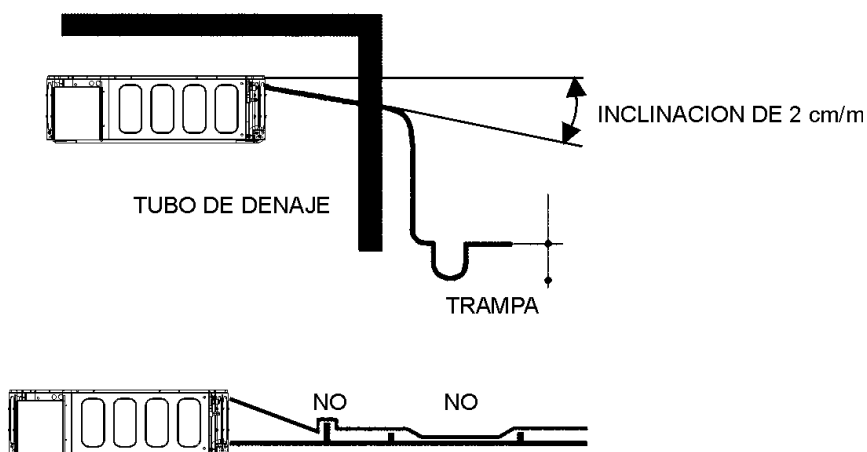

Fig. 12. Conexión del tubo de drenaje
- B. Para permitir el drenaje apropiado del agua de condensación, el paso del drenaje debe ser planeado de antemano con una inclinación para abajo de por lo menos 1%, sin crear ningún embotellamiento y sin curvas ascendentes (ver Fig. 12). Tome el cuidado para integrar un sifón en un mínimo de 50 mm de altura, para prevenir la penetración de olores desagradables en la pieza.